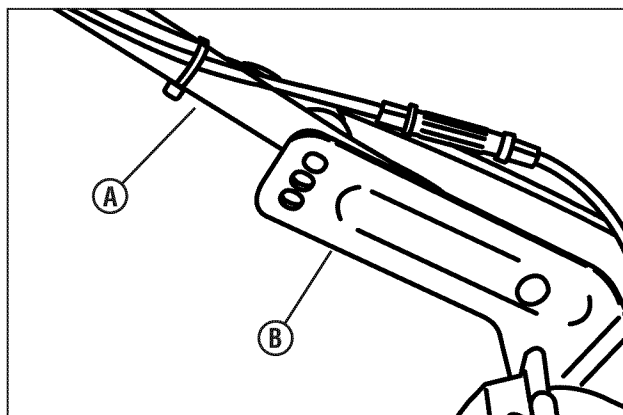

Figure 5 : Réglage de la hauteur de la poignée
1. Déposer les manettes qui maintiennent le bas du poignée (A, Figure 5) sur les supports de fixation (B).